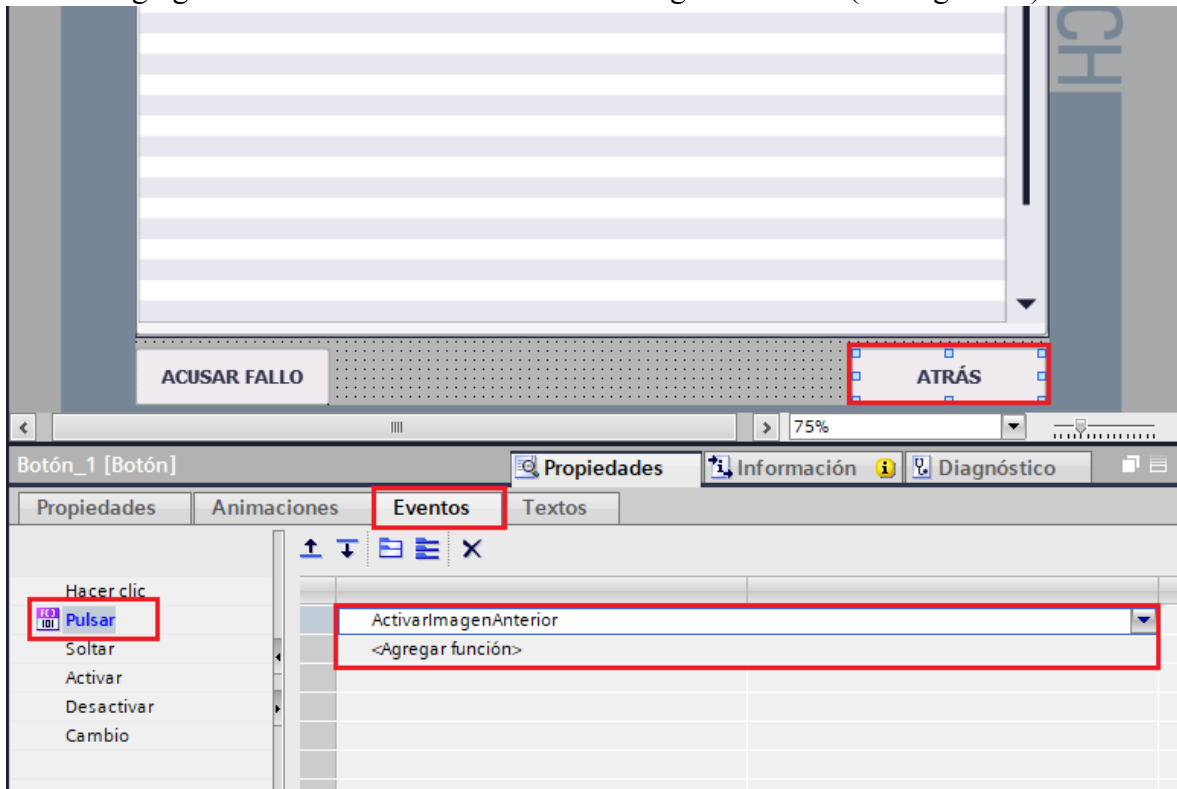

Figura 73. Configuración botón ATRÁS.
- En “<Agregar función>” seleccionar “ActivarImagenAnterior” (ver Figura 73)